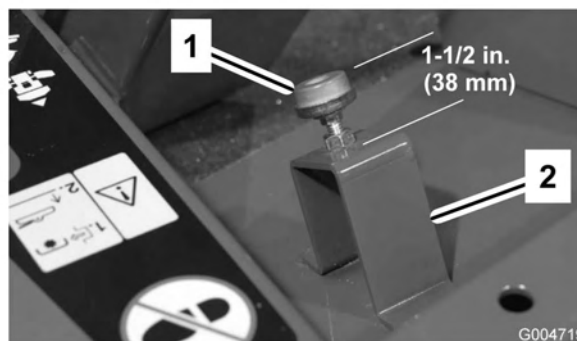

Figure 67
2. Contrôlez le réglage de la butée de la pédale de déplacement. Il doit exister un écart de 38 mm entre le haut du support et la haut de la butée (Figure 67). Desserrez les écrous et réglez la distance selon les besoins.